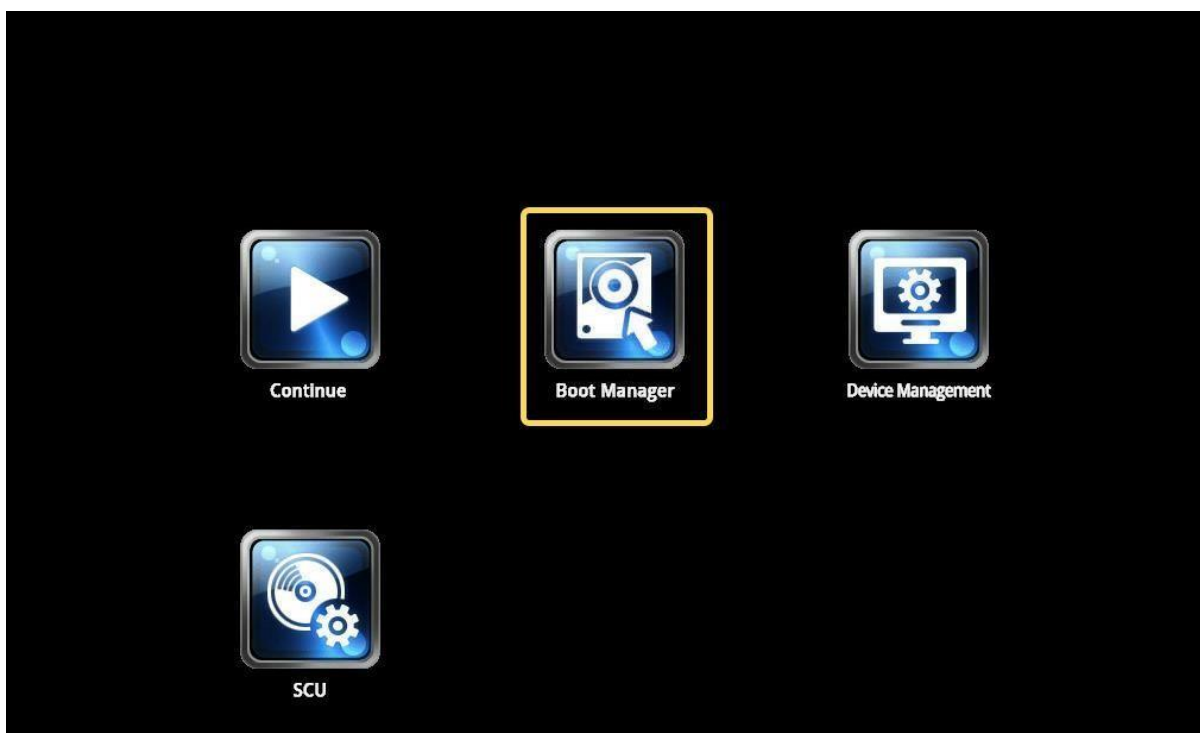

Рисунок 1. Главное меню BIOS
2. После загрузки главного меню выберите пункт «**Boot manager**» (см. Рисунок 1).